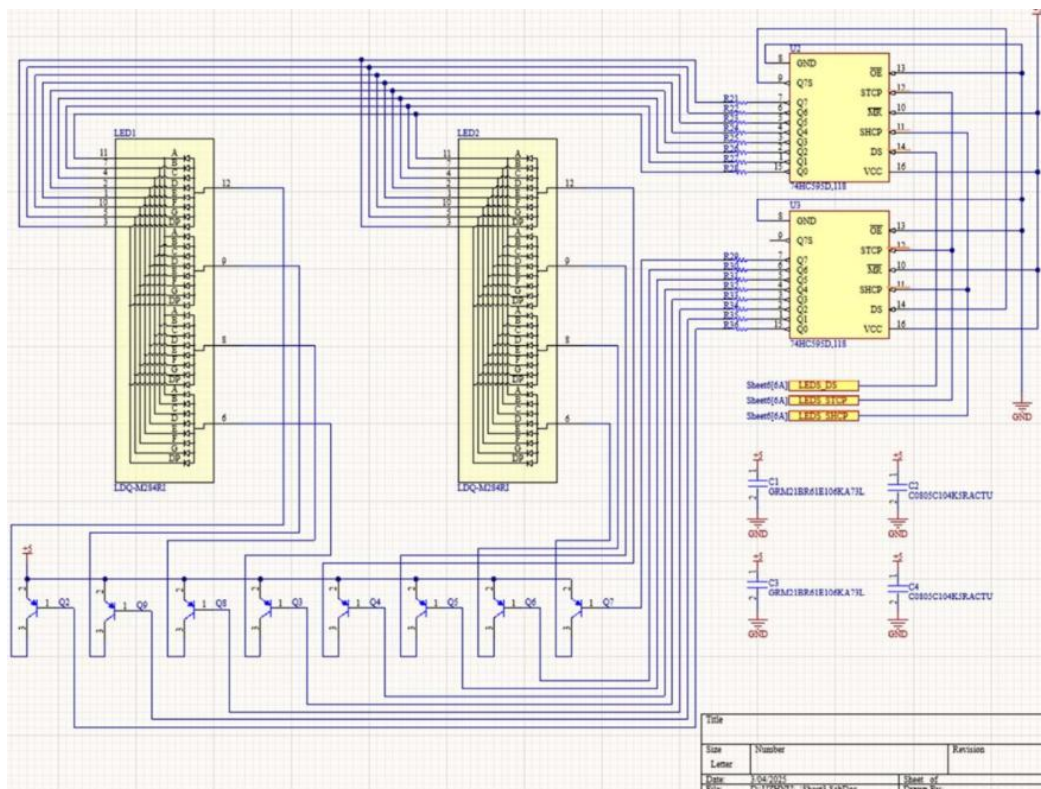

Рисунок 1 – Схема підключення семисегментних індикаторів до регістрів зсуву
2. На рис. 1 зображено схему підключення семисегментних індикаторів до зсувних регістрів. Як видно на схемі, всі семисегментні символи паралельно підключені до першого зсувного регістра, а всі аноди до іншого. Тобто перші 8 біт керують символом який виводиться, а наступні 8 біт керують номером символа який потрібно увімкнути.